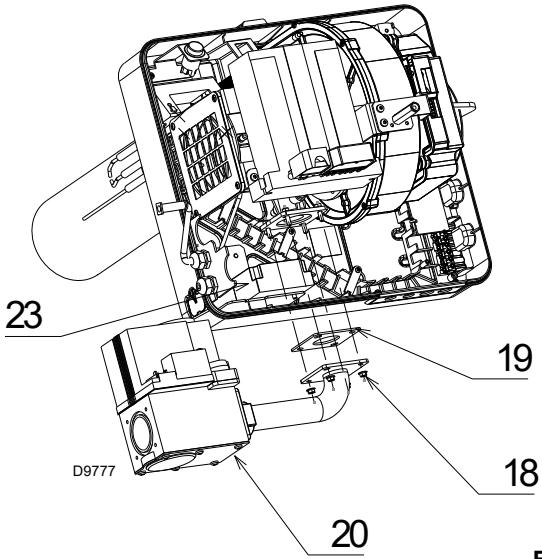

Fig. 16
- Brancher les câbles de haute tension au transformateur 23)(Fig. 16) et le branchement de la sonde d'ionisation au câble ad hoc sortant de la boîte de contrôle.
- Fixer le groupe rampe 20)(Fig. 16) à l'aide des 4 vis et écrous 18) fournis.
Attention à la présence du joint 19)(Fig. 16) et à l'étanchéité du gaz.